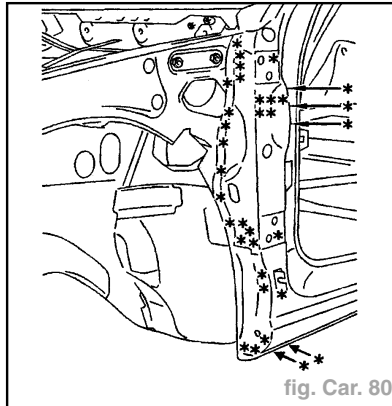

fig. Car. 80
- Dégraffer les points à l'aide d'une fraise de  $\varnothing = 8 \text{ mm}$  (fig. Car. 80).